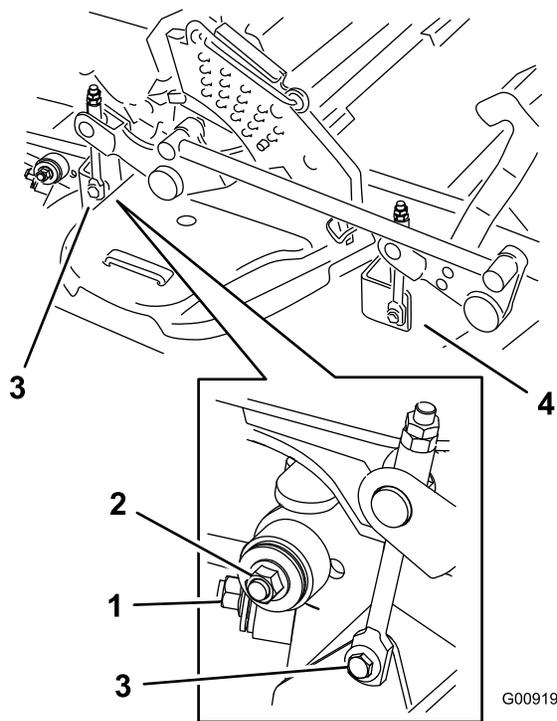

Bild 106
7. Entfernen Sie die Schrauben an beiden Seiten des Mähwerks (bewahren Sie sie auf), wie in Bild 106 dargestellt.